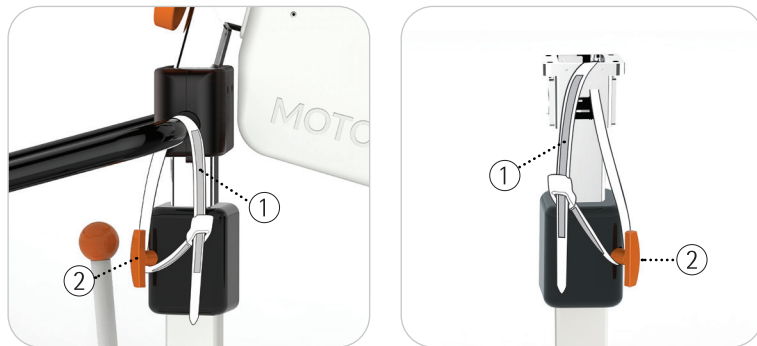

Fig. 4.1, 4.2
Como trava de transporte, uma braçadeira de cabos ① é conectada à coluna de elevação nas opções de fornecimento montadas (Fig. 4.1) e parcialmente desmontadas (Fig. 4.2) do MOTOMed layson. Isso impedirá que a coluna de elevação se estenda acidentalmente, mesmo com o manipulador de travamento ② liberado. Primeiro, verifique se o manipulador de travamento ② está apertado e só então remova a braçadeira de cabos ①.